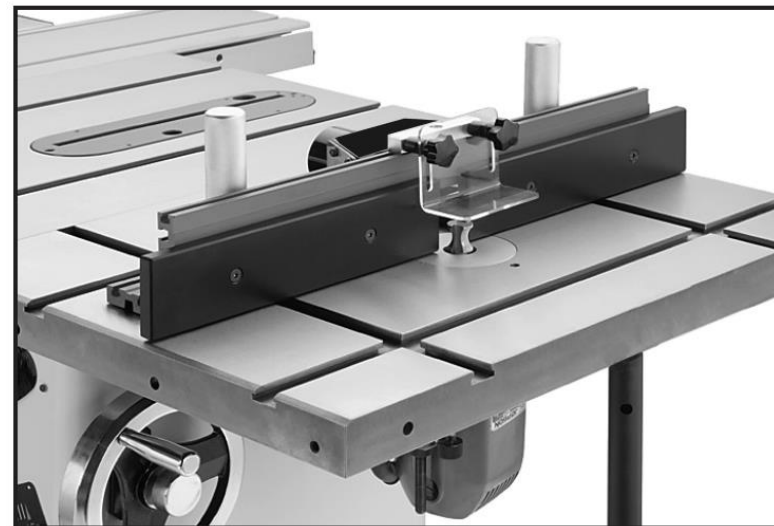

**Рис. 12. Элементы узла крепления фрезерной машины**
2. Вставить в нижние Т-образные пазы фрезерного стола три кронштейна крепления фрезерной машины, так чтобы обеспечивалось пространство под основание фрезерной машины, как показано на *рис. 12*.